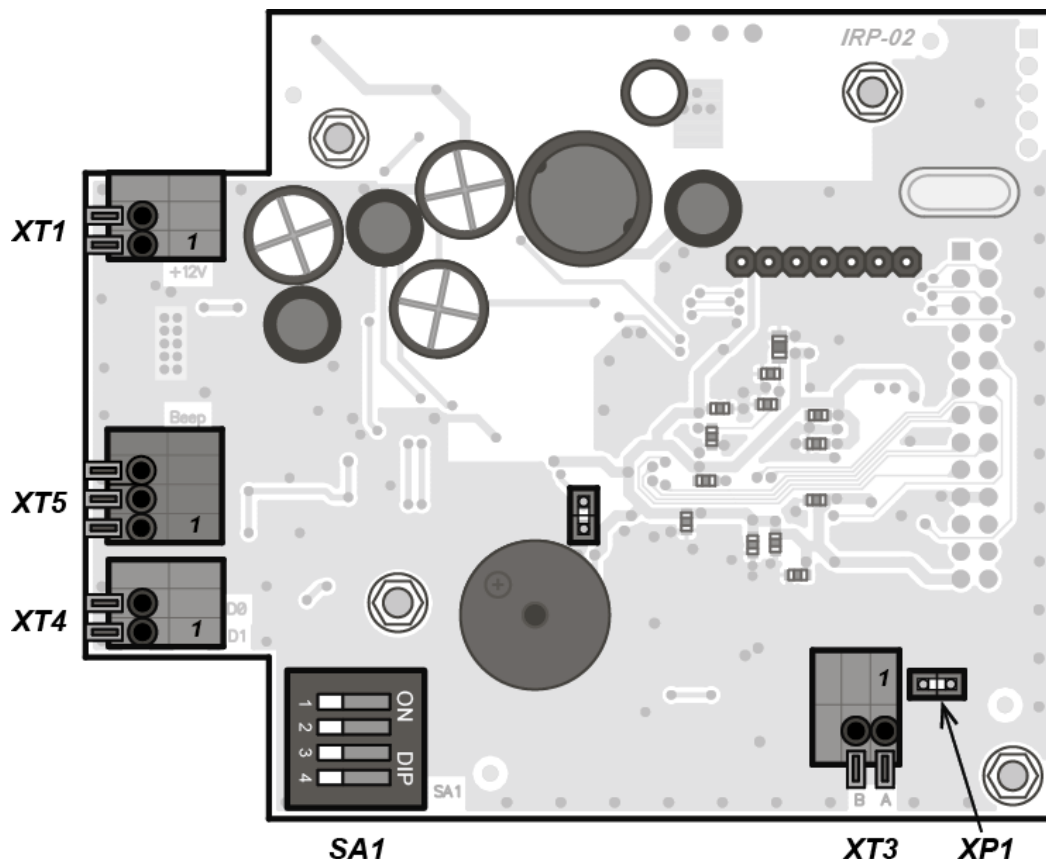
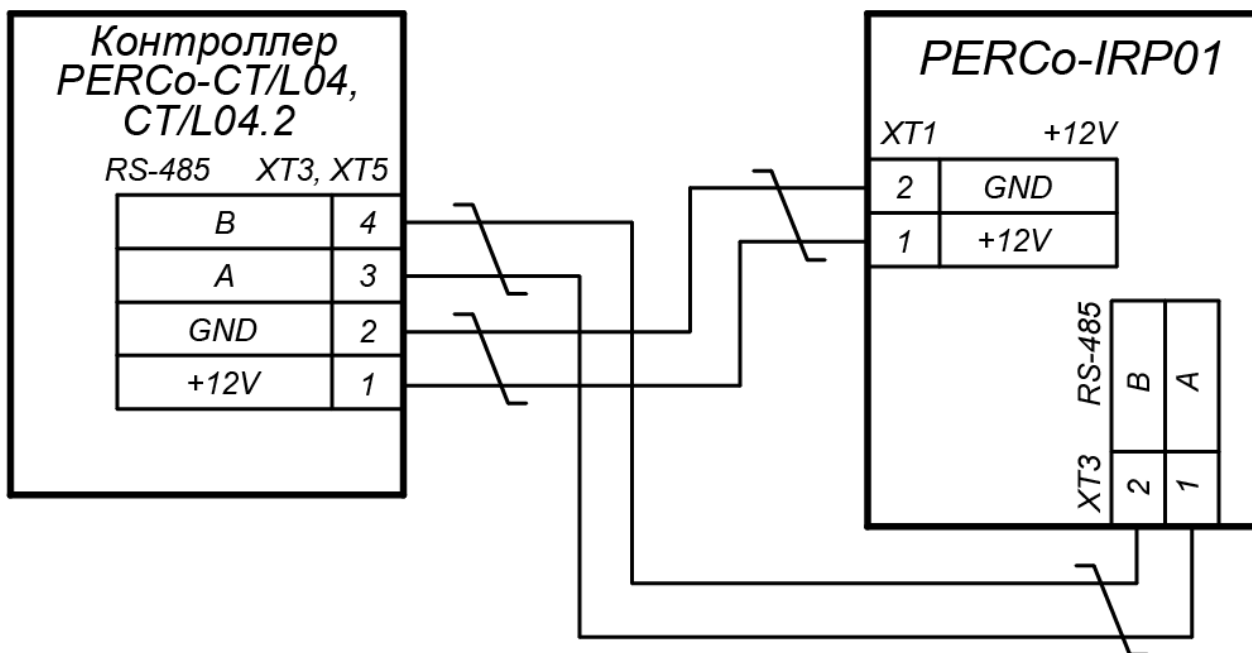
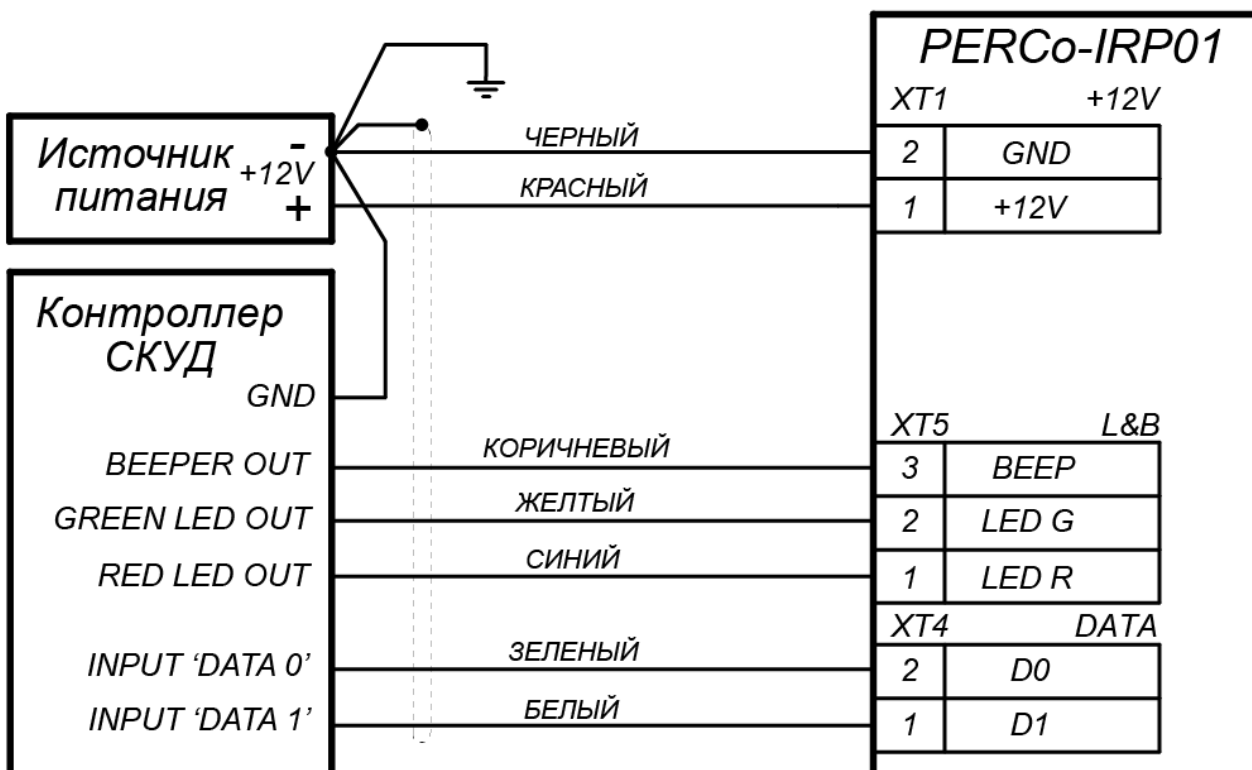

Рисунок 2. Внешний вид платы считывателя
Рисунок 6. Схема подключения считывателя к интерфейсу RS-485
Рисунок 7. Схема подключения считывателя к интерфейсу Wiegand
Выбор интерфейса считывателя осуществляется с помощью переключателя №4 DIP-переключателя **SA1**, расположенного на плате считывателя (см. рис. 2):
Подключение считывателя к контроллеру СКУД по интерфейсу *RS-485* используется в системах *PERCo-Web*, *PERCo-S-20 (PERCo-S-20 «Школа»)*. Для работы считывателя в режиме *RS-485* переключатель №4 DIP-переключателя **SA1**, расположенного на плате считывателя (см. рис. 2), должен быть установлен в положение *ON*.
Выбор номера считывателя осуществляется с помощью переключателей №1...№3 DIP-переключателя **SA1**, расположенного на плате считывателя (см. рис. 2), при этом переключатель №4 должен быть установлен в положение *ON*. Номер считывателя определяется согласно таблице 1.
Для работы считывателя в режиме *Wiegand* переключатель №4 DIP-переключателя **SA1**, расположенного на плате считывателя (см. рис. 2), должен быть установлен в положение *OFF*.
При работе с контроллерами СКУД на экране ЖКИ считывателя отображается индикация, аналогичная указанной в разделе 5.1.2. Возможны два варианта управления индикацией: «*single line*» и «*double line*». Выбор варианта индикации осуществляется с помощью переключателя №3 DIP-переключателя **SA1**, расположенного на плате считывателя (см. рис. 2), при этом переключатель №4 должен быть установлен в положение *OFF*. Вариант управления индикацией определяется согласно таблице 2.
Управляющие сигналы в случае работы в режиме «single line» передаются по линии, подключенной к контакту *Led R* (см. рис. 7) разъема **XT5** на плате считывателя (см. рис. 2). В случае работы в режиме «double line» управляющие сигналы передаются по двум линиям, подключенным к контактам *Led R*, *Led G* разъема **XT5** на плате считывателя. Для управления звуковой индикацией считывателя от контроллера СКУД необходимо соединить с минусом источника питания провод, подключенный к контакту *Beep* разъема **XT5**. Индикация считывателя в зависимости от подаваемых на него управляющих сигналов указана в таблице 3.
Выбор формата выходных данных *Wiegand* считывателя осуществляется с помощью переключателей №1 и №2 DIP-переключателя **SA1**, расположенного на плате считывателя (см. рис. 2), при этом переключатель №4 должен быть установлен в положение *OFF*. Формата выходных данных *Wiegand* считывателя определяется согласно таблице 4.
12. Проложите кабель внутри стойки-считывателя, закрепите его и подключите к плате считывателя согласно схемам подключения (см. рис. 6 или рис. 7).
14. Подключите кабель к контроллеру СКУД согласно схемам подключения (рис.6, 7).